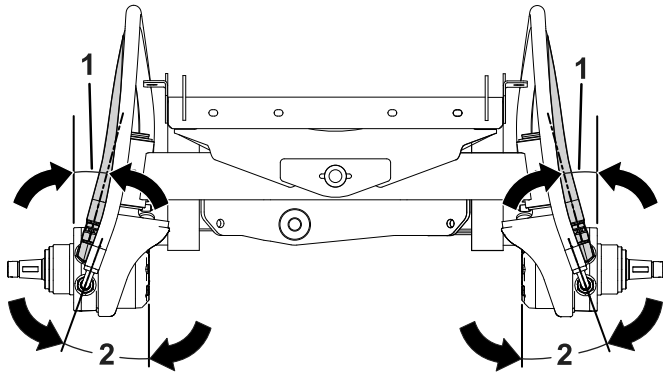

Figur 11
3. Monter den nye rette koblingen og den vinklede koblingen på 90° til hjulmotoren (Figur 11).
6. Monter slangen med rette nipler på den vinklede koblingen på 90° (Figur 11).
7. Monter slangen med vinklet kobling på 90° til den rette nippelen (Figur 11).
- Fjern én hette om gangen og monter riktig slange på hydraulikklinjen, som vist i Figur 11.
- Fjern den gjenværende hetten og monter slangen på hydraulikklinjen (Figur 11).